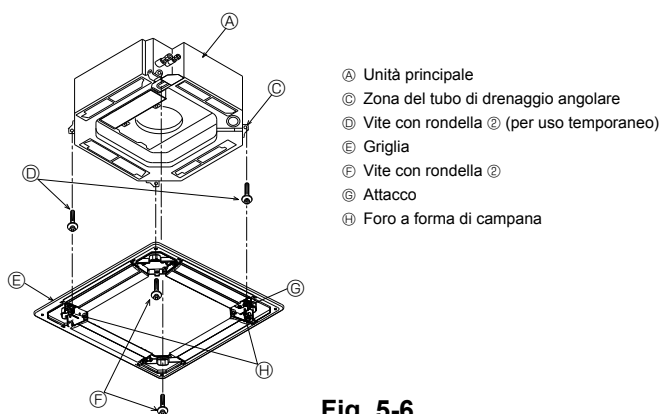

Fig. 5-6
5.4.2. Installazione temporanea della griglia (Fig. 5-6)